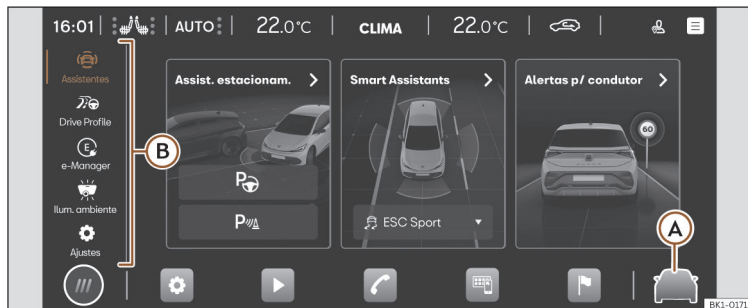

Fig. 29 Esquema: Assistentes e ajustes do veículo.
Pressionando  >>> **Fig. 29 (A)**, ou, no menu principal, **Ajustes do veículo**, abre-se o menu dos assistentes e ajustes do veículo. Em seguida, pressionando um dos menus situados na zona esquerda **(B)**, no ecrã mostra-se o menu de ajustes ou de assistentes selecionado.